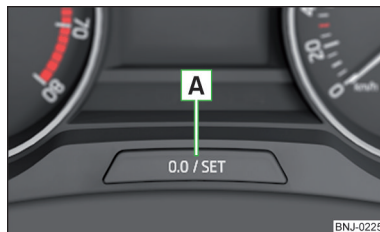

Fig. 27
- Tenere premuto il tasto **A** » fig. 27 sino a quando sul display sarà visualizzata la voce di menu **Service**.